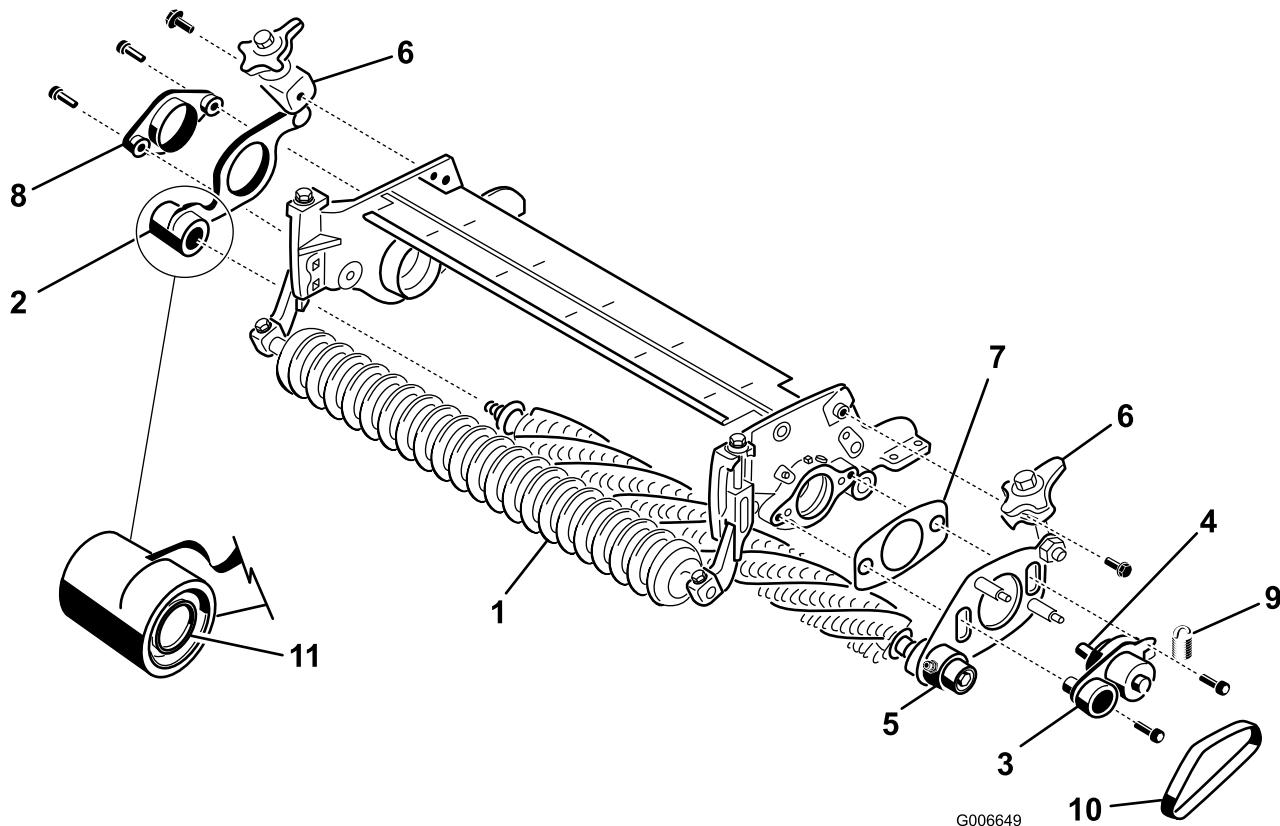

図 9
14. グルーマアセンブリの非駆動側に、グルーマプレートを取り付けるクイックアップレバーをグルーマシャフトアセンブリから離して取り付けること図9。
16. 3/8 x 1 in ソケットヘッドねじ2本を使って、カッティングユニットの駆動側にピボットハブ、クイックアップレバー付き駆動側グルーマプレート、およびシムを、取り付ける図9。取り付ける前に、ネジ山部分にロクタイト青を塗りつける。
17. グルーマシャフトに非駆動側グルーマプレートを取り付ける図 9。シールスプリングを落とさないように注意すること。
18. 3/8 x 1 in ソケットヘッドねじ2本を使って、非駆動側ピボットハブを、カッティングユニットのサイドプレートに取り付ける図 9。取り付ける前に、ネジ山部分にロクタイト青を塗りつける。
20. $3/8 \times 3/4$ in フランジヘッドボルトを使って、クイックアップレバー・アセンブリをサイドプレートに取り付ける図 9。
21. プーリにグルーマベルトを取り付ける図 9。ベルトのリブが、各プーリの溝にきちんとはまるように取り付けること。